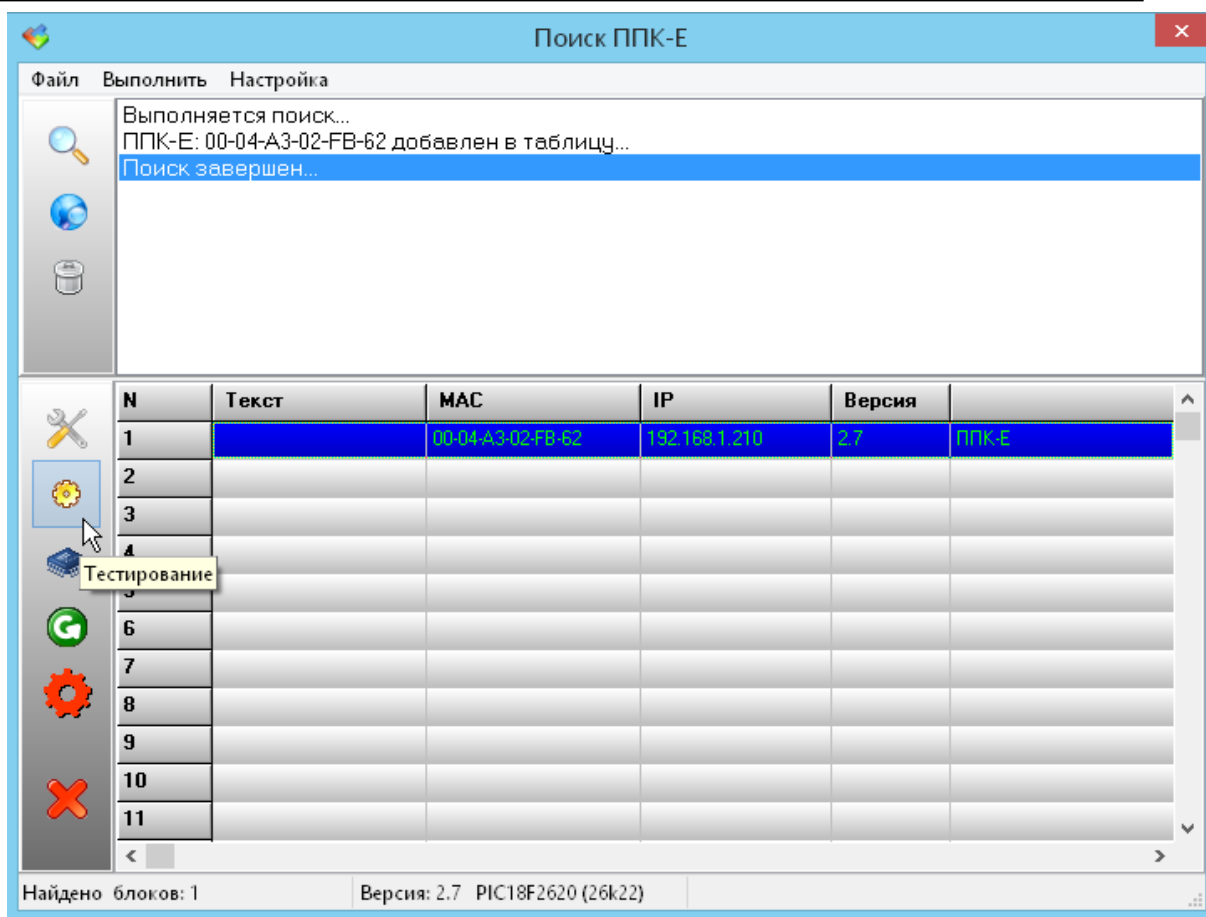
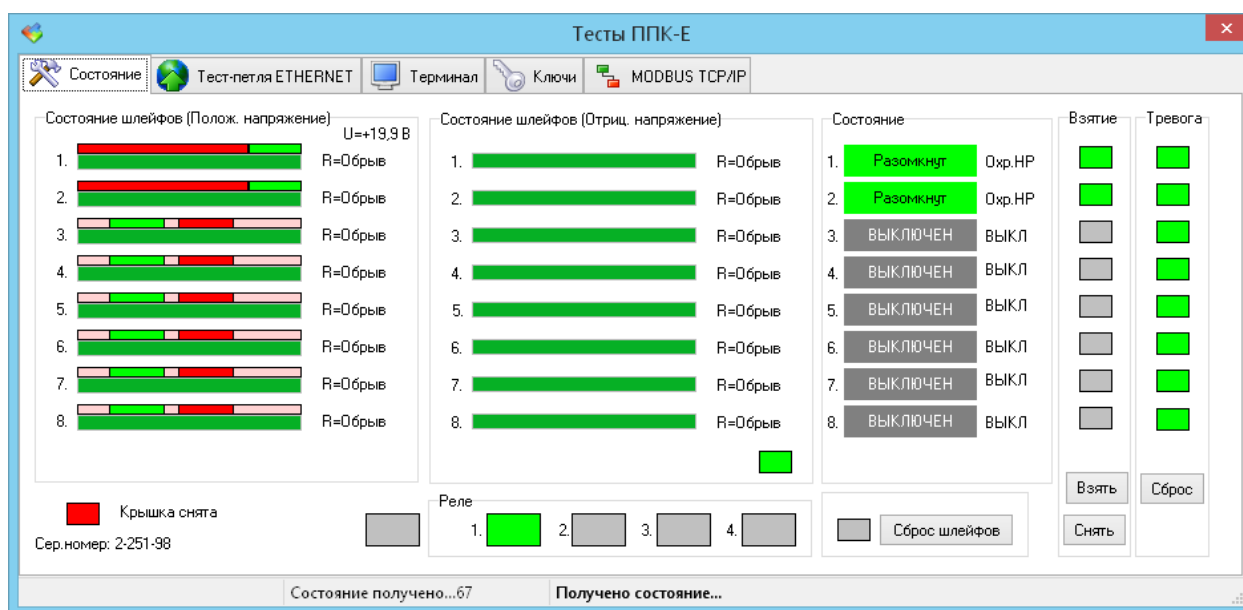

Рисунок 34 – Результаты поиска
Рисунок 35 – Вкладка состояния шлейфов
- Выделите нужный блок в списке найденных блоков, и нажмите кнопку «Тестирование» (кнопка нажата см. Рисунок 34). Появится первая вкладка окна тестирования:
5. Будет выполнен поиск ППК-Е по широковещательному адресу, и результаты поиска появятся в новом окне (см. Рисунок 34).
6. Выделите нужный блок в списке найденных блоков, и нажмите кнопку «Тестирование» (кнопка нажата – см. Рисунок 34). Появится первая вкладка окна тестирования.
6. Выделите нужный блок в списке найденных блоков, и нажмите кнопку «Тестирование» (кнопка нажата – см. Рисунок 34). Появится первая вкладка окна тестирования (см. Рисунок 35).
7. Будет выполнен поиск ППК-Е по широковещательному адресу, и результаты поиска появятся в новом окне (см. Рисунок 34).
8. Выделите нужный блок в списке найденных блоков, и нажмите кнопку «Тестирование» (кнопка нажата – см. Рисунок 34). Появится первая вкладка окна тестирования (см.Рисунок 35).